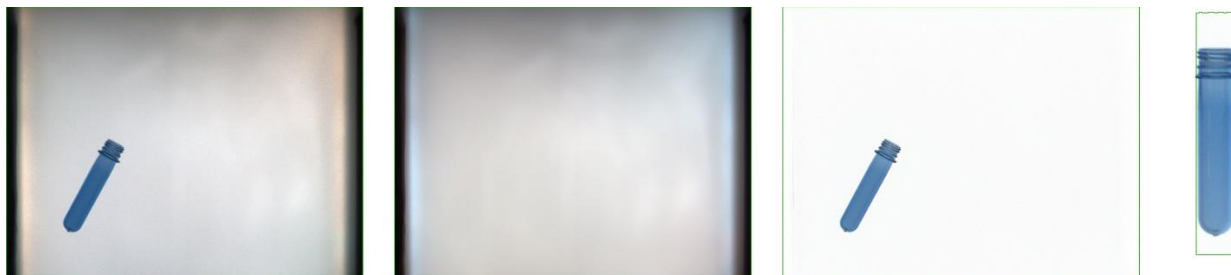

Рисунок 1. Последовательность обработки кадра
1. С оптических сенсоров (Basler или LUCID), подключенных по GbE-интерфейсу к шкафу управления поступает изображение (рисунок 1а) с частотой от 10 до 30 Гц;
2. Из полученного с камеры изображения вычитается фоновая составляющая (рисунок 1б, которая была заранее получена и представляет собой кадр с камеры в тот момент, когда по столу не пролетают преформы), тем самым в кадре остаётся только отображение пролетающих преформ (рисунок 1в).
5. Далее для каждого оставшегося контура выполняется проективное преобразование и поворот (рисунок 1г)